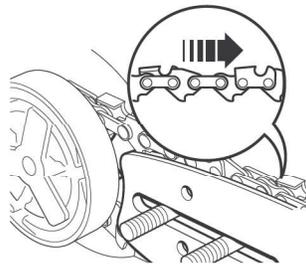

Fig. 5
- > Extienda la cadena de la sierra (3) sobre la rueda (22) detrás del embrague (21) y colóquela alrededor de la barra guía (4) con los bordes cortantes de la cadena apuntando en el sentido de rotación (Fig. 5).